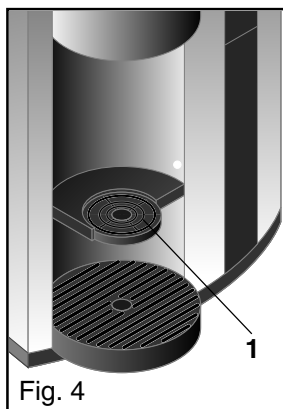

Fig. 4
Na het verwijderen van de kan draait het koppen plateau (1) automatisch terug (fig. 4).